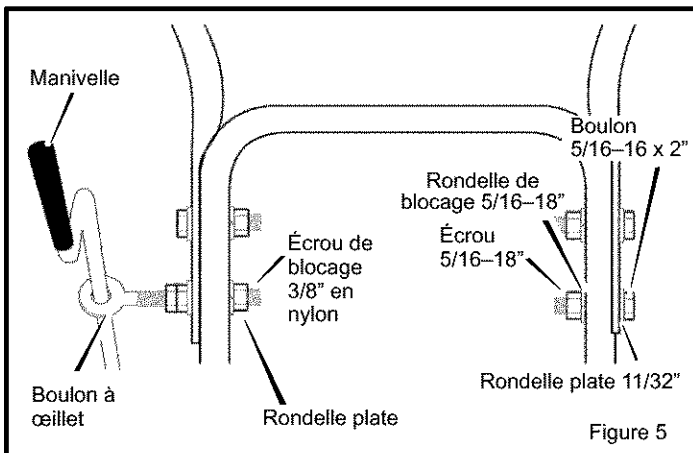

Figure 5
4. Installer les pièces fournies dans le sac (vis, rondelle plate, rondelle de blocage, écrou hexagonal) dans l'orifice droit du bas de la poignée supérieure (voir Figure 5). Ne visser qu'une fois que tous les boulons sont en place.
7. Faire passer le boulon à œillet à travers l'orifice inférieur de la poignée gauche. (Voir Figure 5).